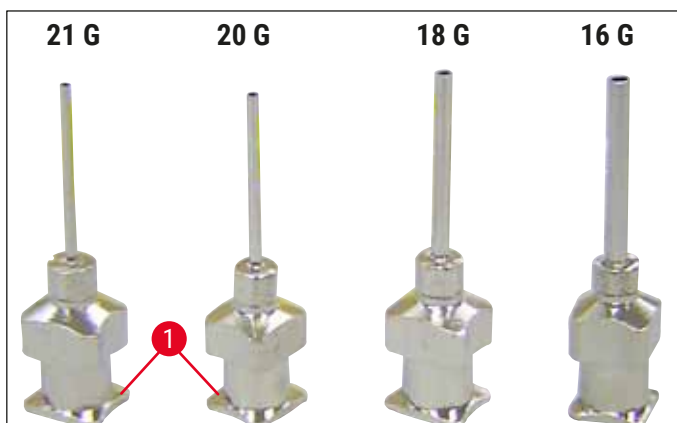

Fig. 14
- Vælg den dispensernål fra leverancen, der skal bruges til dækglasset (→ Fig. 14).